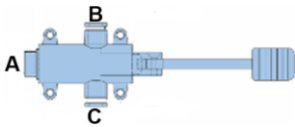

Fig. 8
- Les deux autres tuyaux doivent être raccordés aux extrémités (B) et (C) à l'aide des écrous BSP ½". Une fois le bassin correctement fixé au mur, les autres extrémités de ces tuyaux doivent être fixées à l'aide des écrous BSP ½" aux entrées d'eau chaude et d'eau froide du local respectivement.
- Montez le jeu de vannes de vidange sur le bassin, en suivant la séquence de montage imprimée dans le sac d'accessoires (Fig.8). Veillez à ce qu'ils soient bien scellés afin d'éviter d'éventuelles fuites ultérieures.